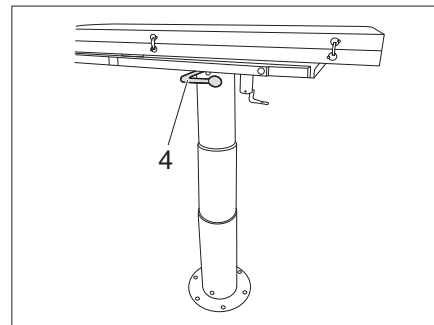

Fig. 107 Mesa plegable, abatible
- Soltar la palanca (Fig. 107,4) para bajar la mesa y presionar la mesa hacia abajo.